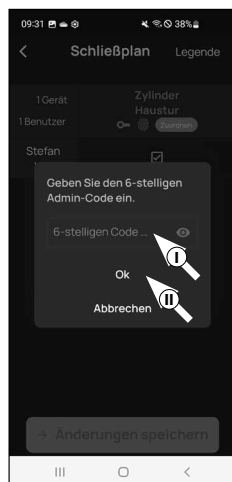

Fig. 5
⑥ Verrà chiesto di eseguire la verifica tramite il codice amministratore. Inserire il codice e confermare con "OK" (Fig. 5).